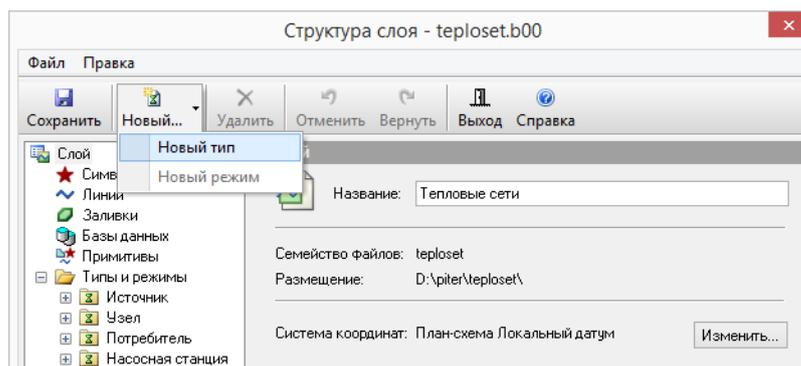

Рисунок 4.12. Создание нового типа
1. На панели инструментов окна Структура слоя нажать кнопку Новый... или пункт меню Правка|Новый тип... (см. Рисунок 4.12, «Создание нового типа»).